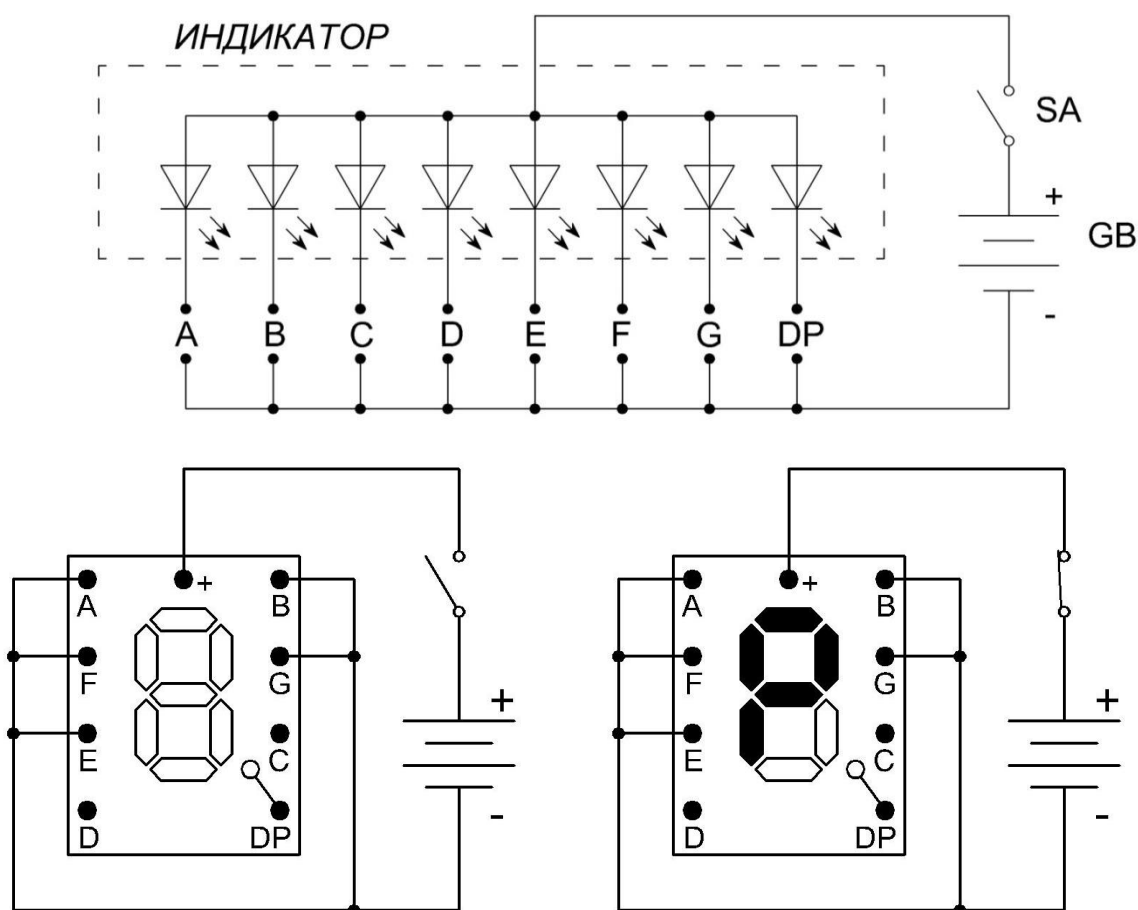

Рис.3. Изучение принципа работы светодиодного индикатора
Семисегментный индикатор состоит из 7 частей – сегментов (А-Г), внутри каждого из них находится светодиод, и на месте точки (DP) еще один. Всего 8 светодиодов. Изучить принцип работы индикатора можно, собрав схему, представленную на рис. 3. Замкнув выключатель, можно убедиться, что на индикаторе появилась буква «Р». Далее подключая различные сегменты индикатора, можно добиться показаний цифр от 0 до 9, а также некоторых букв.